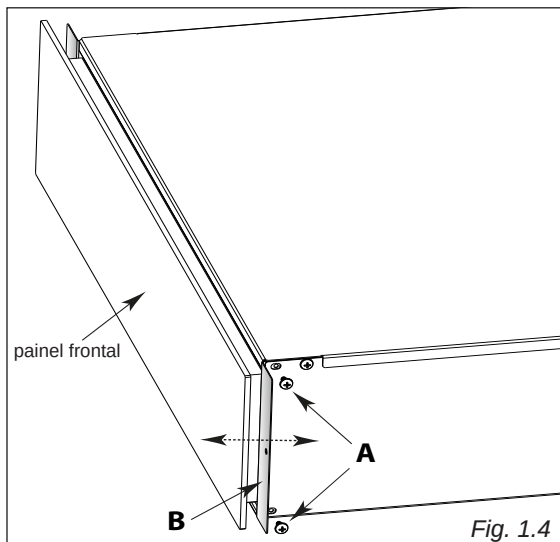

Fig. 1.4
- para ajustar a profundidade da gaveta de aquecimento de alimentos, afrouxe os parafusos "A" (fig. 1.4) e ajuste os suportes "B" (fig. 1.4) até que o painel frontal fique alinhado com o outro aparelho.
- Aperte novamente os parafusos "A" (fig. 1.4) até ficarem bem apertados.